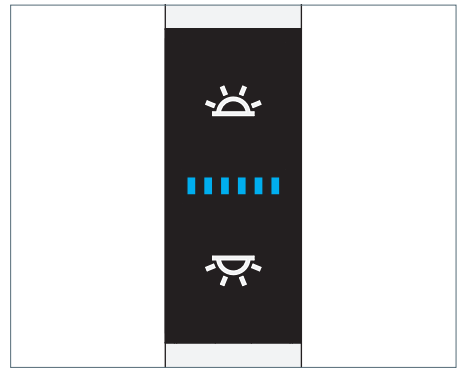

Fig. 20: Bedienelement Multifunktionstaster.
- Drücken Sie die obere Taste, siehe Fig. 20.
- Drücken Sie die untere Taste, siehe Fig. 20.
- Drücken Sie die obere Taste und halten Sie diese Taste gedrückt, siehe Fig. 20. Nach ungefähr einer Sekunde verändert die Leuchte ihre Helligkeit.
- Drücken Sie die untere Taste und halten Sie diese Taste gedrückt, siehe Fig. 20. Nach ungefähr einer Sekunde verändert die Leuchte ihre Helligkeit.